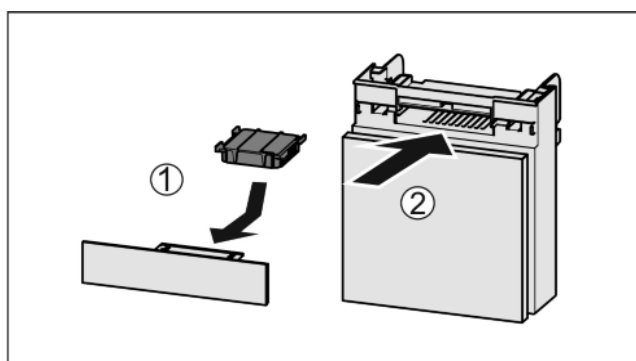

Fig. 50
- ▶ Insérer le filtre à charbon actif d'après le schéma Fig. 50 (1).
- ▶ Insérer le compartiment Fig. 50 (2).